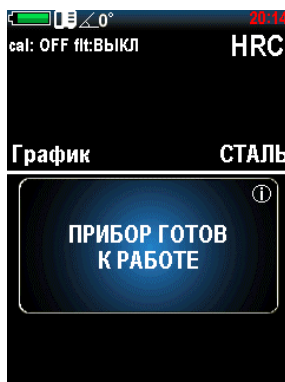

Рисунок 2.14 – Установка угла
- » выбрать нужную шкалу (Роквелла С (HRC), Роквелла В (HRB), Бринелля (HB), Виккерса (HV), Роквелла В (HRB), Шора (HS), Либа (HL), измерения предела прочности (σ) на растяжение изделий из углеродистых сталей перлитного в соответствии с ГОСТ 22761-77 (MPA), пользовательскую (U1, U2, U3)).
8. Нажмите клавиши «» или «», чтобы установить угол измерения. Фиксированный угол отображается в верхней части дисплея (рис. 2.14). Угол 0 градусов соответствует вертикальному положению датчика, спусковой кнопкой вверх.